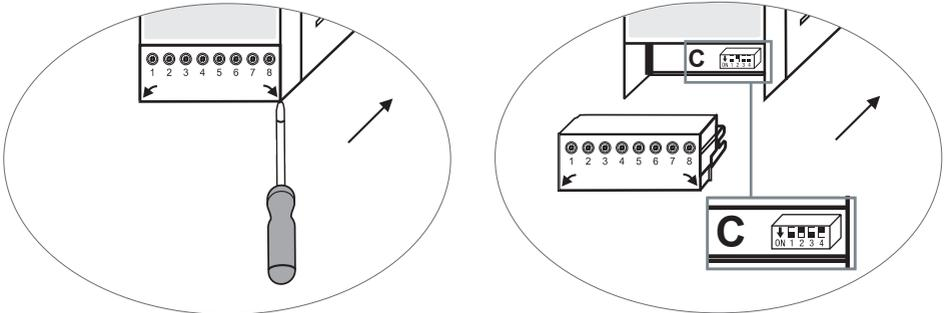

Abb. 5
Siehe Abb. 5
- Untere Klemmleiste entfernen (Abb. 5).